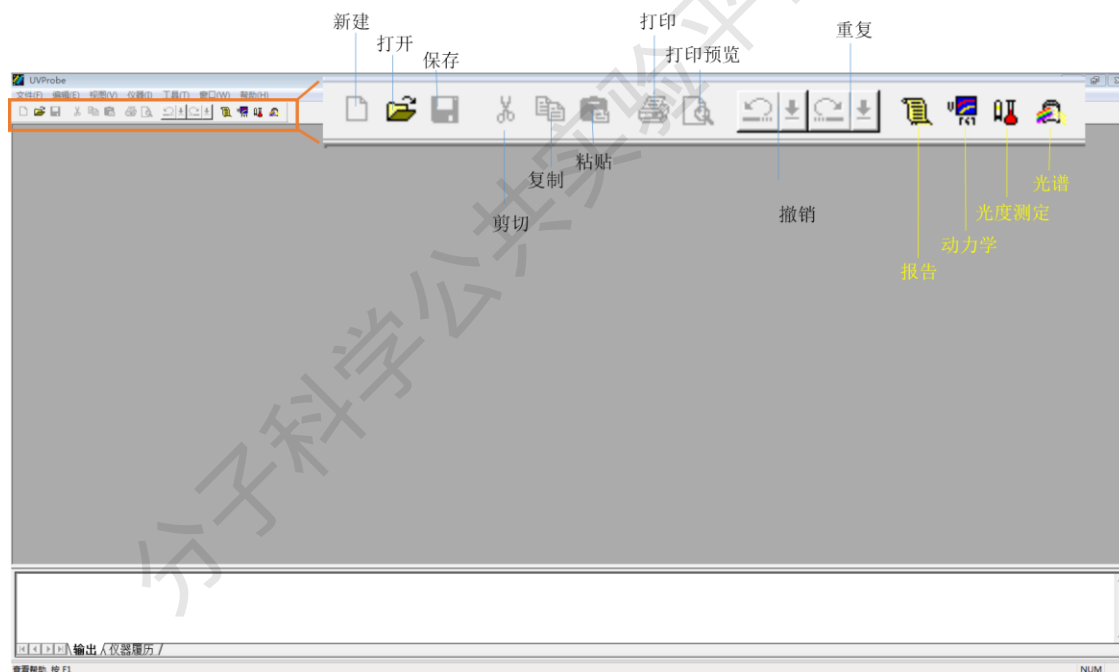

图 6-4 操作软件 UVProbe 的启动界面图示
- (1) 图 6-4 展现出软件启动好的基本界面, 包括新建、打开、保存、剪切、复制、粘贴、打印、打印预览、撤销和重复这些常规操作。
- (2) 本操作软件的功能包括光谱模块、光度测定模块、动力学模块和报告生成器, 本操作规程主要介绍光谱模块和光度测定模块。